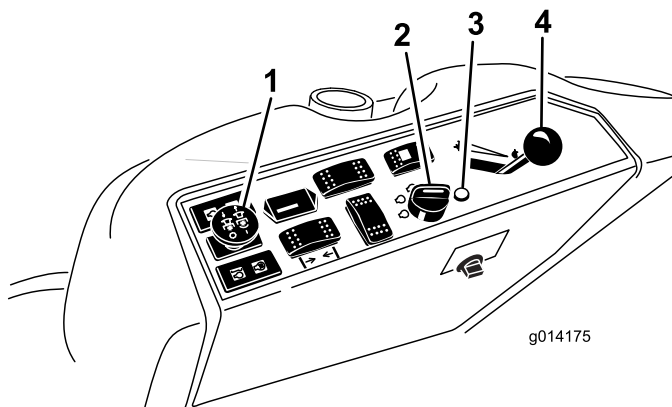

Figura 9
4. Mueva el mando de la toma de fuerza (TDF) a la posición Desengranada (Figura 9).
5. Ponga la palanca del acelerador en un punto intermedio entre las posiciones Lento y Rápido (Figura 9).